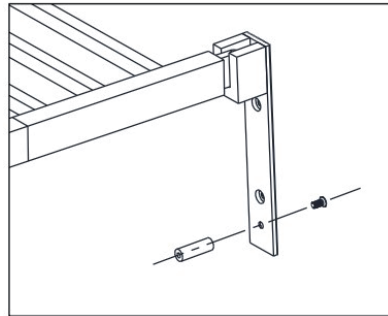

Figura 1
2. Fissare la barra di collegamento con le staffe di montaggio mediante i bulloni di fissaggio. Vedere figura 1